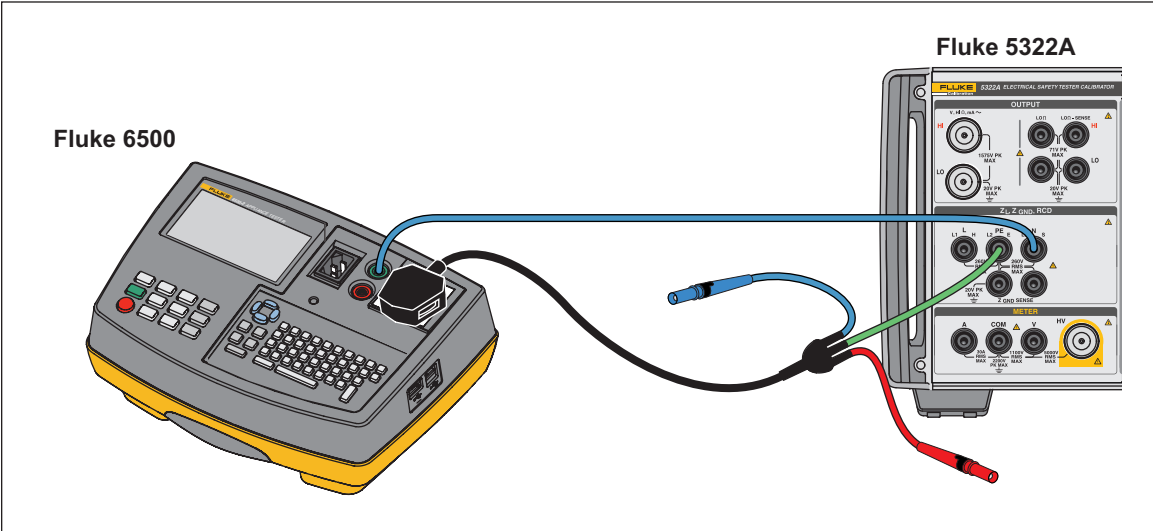

图 42.使用电缆适配器校准 Fluke 6500 的接地连接电阻功能
- 如图 42 和 43 所示，将被测仪器连接到本产品的 Z_{GND} PE 和 N 端子。